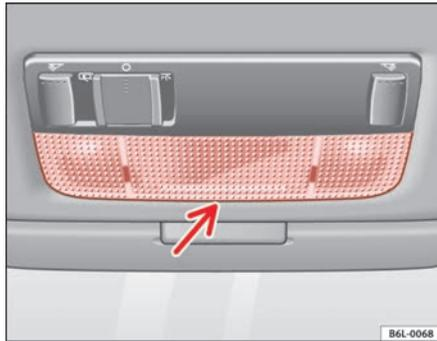

Fig. 167 Lampe de lecture avant
- Introduisez un tournevis fin dans sa partie plate entre la carcasse et le verre ⇒ fig. 167.